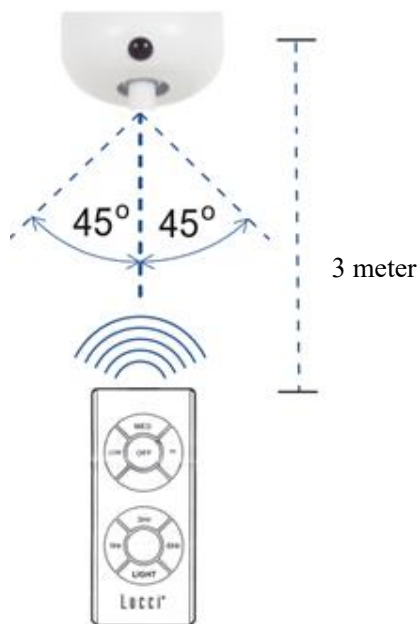

Fig. 12
**Effectieve afstand/locatie voor de IR afstandsbediening (Afb. 12)**